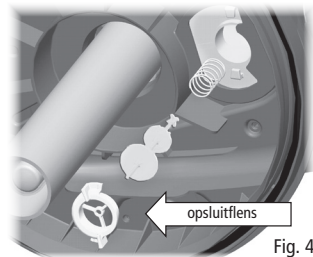
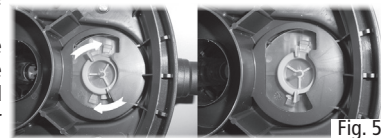

Fig. 4
Fig. 5
7. U kunt nu aan de schuimfilters (M). Verwijder ze allemaal tegelijk door het binnenste steunkader van schuim (N) vast te nemen en op te heffen.
8. Maak de schuimfilters (M) los van het steunkader (N) en spoel ze met vijverwater of vervang ze als dat nodig blijkt.
9. Spoel de biologische media in het onderste gedeelte van de filterkast (Q) met vijverwater of vervang ze als dat nodig blijkt. Pressure-Flo 1000/3000 UVC heeft geen kamer van biologische media.
10. Reinig de filterkast (Q) met water, vooral rond de bovenrand waar zich de O-ring (P) voor de afdichting van het deksel bevindt.
11. Maak zo nodig de reinigingsindicator (U) schoon nadat u die als volgt gedemonteerd heeft (de keuzeschakelaar (V) moet in de filterstand staan): 1) verwijder de opsluitflens door ze naar links te draaien, 2) verwijder de indicator en zijn veer. Spoel alle onderdelen in water en steek ze voorzichtig terug ineen. (Fig. 4 - Fig. 5).
12. Controleer en reinig de twee reinigingschoepen (L) en de geleistangen. Vervang zo nodig de schoepen door nieuwe. Elke schoep kan eenvoudig van de geleistang worden losgemaakt door de schroef in het midden los te draaien.
14. Steek de eenheid voorzichtig terug ineen. Zorg dat de biologische filtermedia niet botsen met het steunkader van schuim (N) en dat het kader correct hersteld wordt.